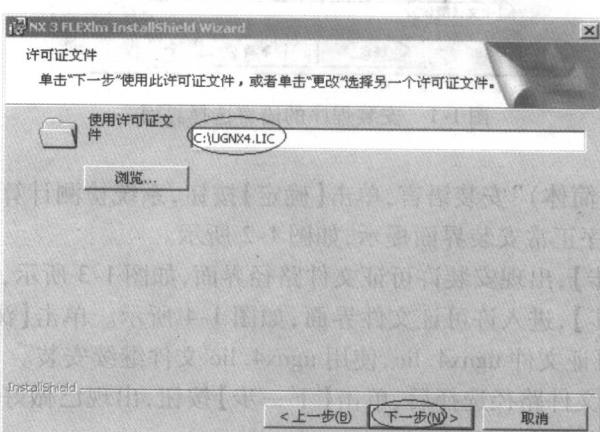

图 1-4 许可证文件界面
(6) 单击【下一步】,进入许可证文件界面,如图 1-4 所示。单击【浏览】按钮,找到刚才复制到硬盘的许可证文件 ugnx4. lic,使用 ugnx4. lic 文件继续安装。